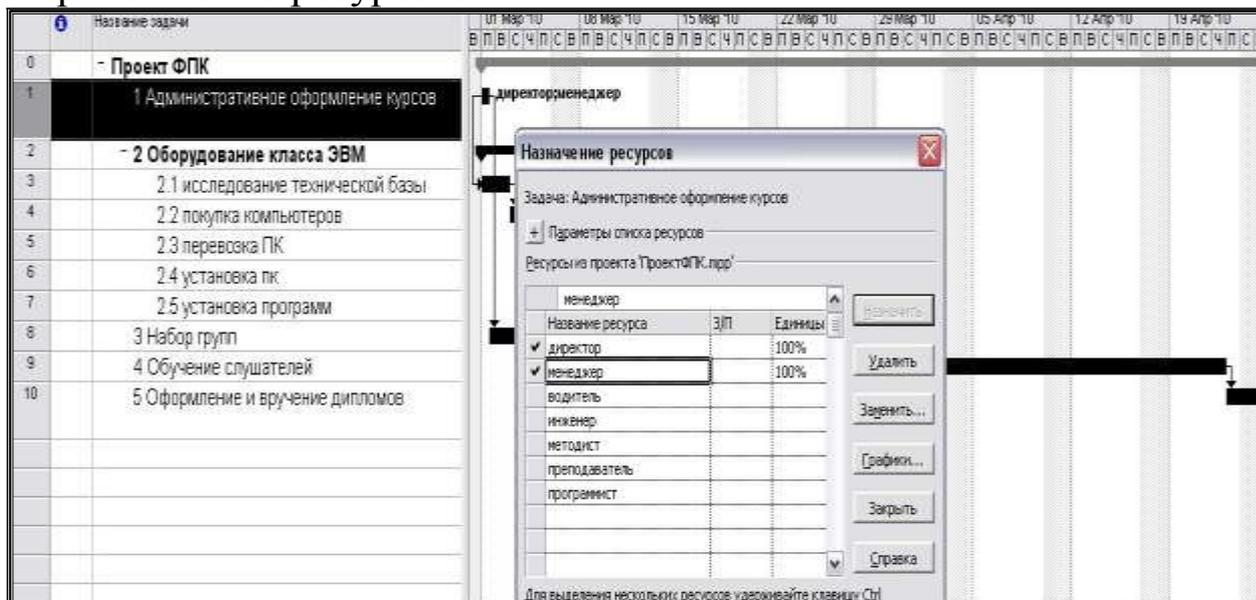

Рис. 16. Назначение ресурсов задачам
**Назначить ресурсы** или нажать кнопку **Назначить ресурсы** на панели инструментов. В появившемся диалоговом окне (рис. 16) выбрать соответствующий ресурс и нажать кнопку **Назначить**, указать *Единицы назначения* в %. При переходе от одной задачи к другой не закрывать окно ресурсов.